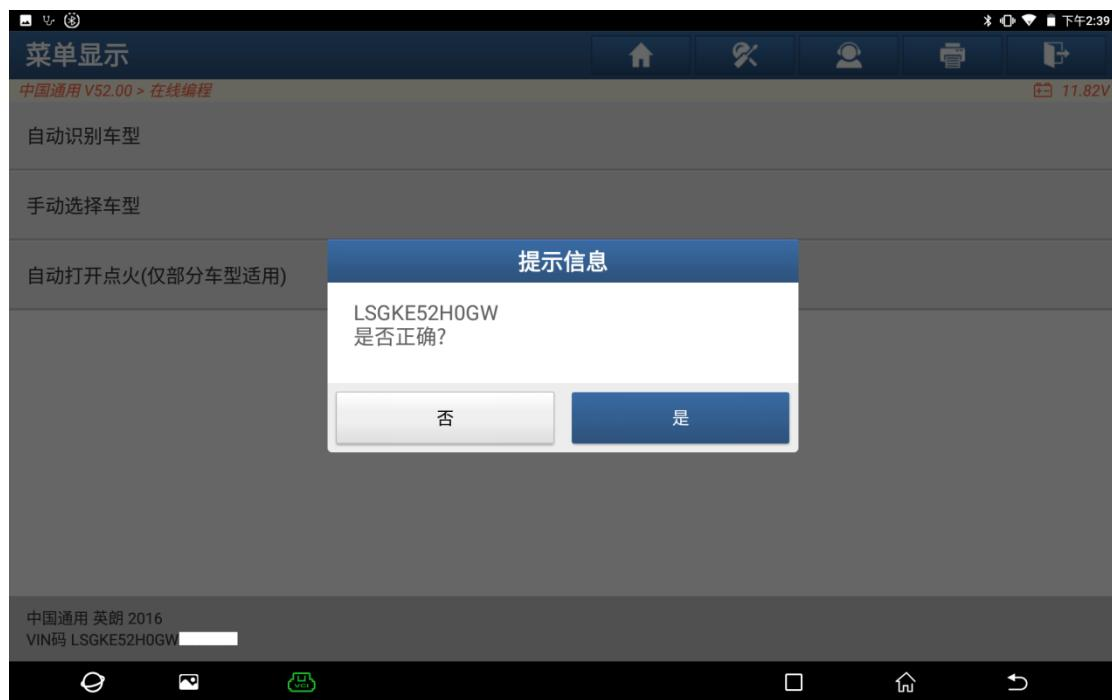

图 15
15. 请确认 VIN 码是否为当前车辆 VIN，如果不是，请点击“否”，如图 15。